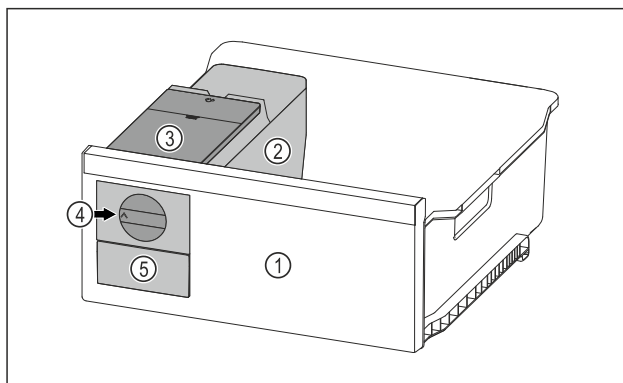

Fig. 102 Példaként szolgáló ábrázolás
- ▶ A forgógombot Fig. 102 (4) ütközésig forgassa el az óra járásával egyező irányban.
- ▶ A jégkockák a jégkockatartóból a jégkockafiókba Fig. 102 (5) hullanak.